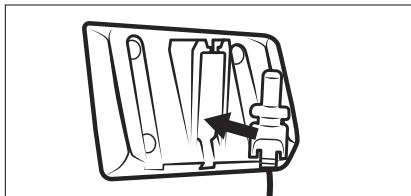

Fig. 4
- Inserire lo spinotto cavo 11 dell'alimentatore 10 nel supporto a parete 18 (vedere fig. 4). Fissare lo spinotto cavo 11 ruotandolo.